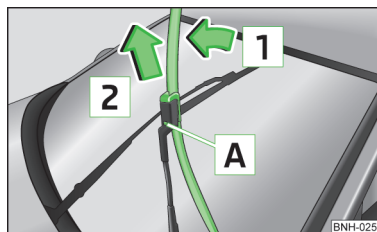

Fig. 161
- Ridicați brațul ștergătorului de pe lunetă și basculați puțin lamela ștergătorului de lunetă în sensul brațului ștergătorului de lunetă, săgeata 1 » fig. 161.